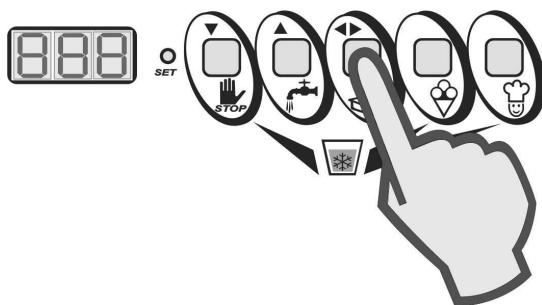

Abb. 7
- Drücken Sie die Taste BESTÄTIGEN (◀▶), um den neuen Wert zu bestätigen und aus der Programmierung auszutreten (Abb.7).
- Drücken Sie die Taste BESTÄTIGEN(◄►), um den neuen Wert zu bestätigen und aus der Programmierung auszutreten (Abb.7).